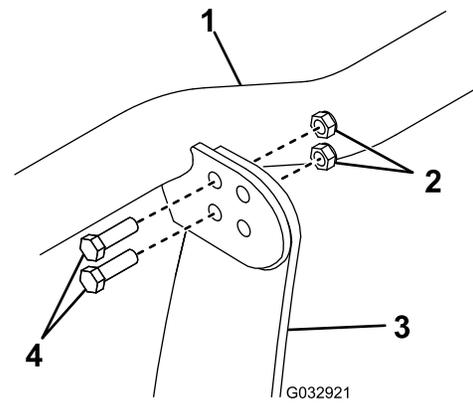

Bild 9
1. Befestigen Sie die Scheinwerferleiste mit vier Schrauben (3/8" x 1 1/4") und selbstverriegelnden Muttern (3/8") durch die hinteren Löcher oben an der Kupplungssäule (Bild 9). Ziehen Sie die Schrauben mit 31 N·m an.